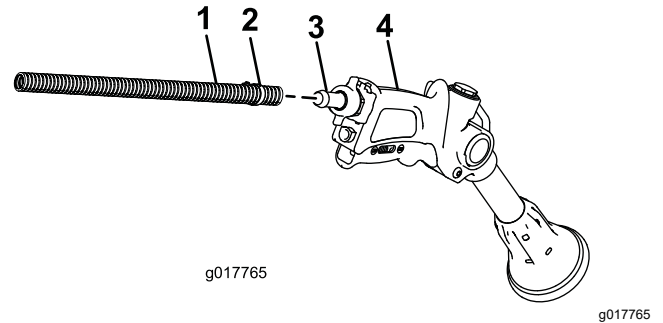

Figura 24
2. Conecte el extremo libre de la manguera larga al acoplamiento de la pistola de fumigación (Figura 24).